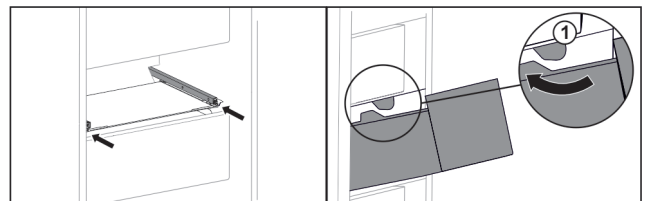

Fig. 38
- ▶ Far passare il cassetto intorno ai fermi Fig. 38 (1).